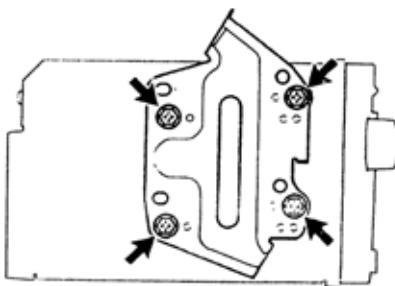

图 9-174
4)拆下 2 号收音机支架。拆下 4 个螺钉和 2 号收音机支架, 如图 9-174 所示。